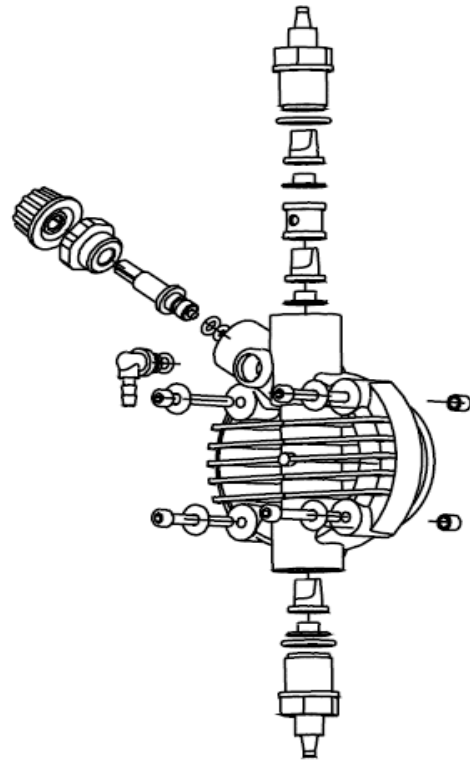

Bild 10: Aufbau des Pumpenkopfes
3. Überprüfen sie die Konzentration im Rohrsystem, eine Verringerung der Konzentration kann durch einen Verschleiß der Ventile oder einen verstopften Filter hervorgerufen werden. Gewechselt werden die Schnabelventile wie in **Bild 10** dargestellt.
Durch die robuste und durchdachte Konstruktion der Pumpe sind keine offensichtlichen mechanischen Mängel bekannt. Gelegentliche Leckagen kommen in der Regel von gebrochen Schläuchen oder sich gelösten Überwurfmutter, zur Schlauchbefestigung. Eine Beschädigung der Membrane oder Pumpenkopfdichtung wurde nur in den seltensten Fällen beobachtet. Diese Lassen sich durch Demontage des Pumpenkopfes **Bild 10** leicht auswechseln. Beim Zusammenbau ist auch die richtige Position des O-Ringes und der Schrauben zu achten. Nach der Reparatur muss die Pumpe gründlich gesäubert werden, da die Chemikalien das Pumpengehäuse beschädigen könnten.
Demontieren sie das Saug- und Auslassventil **Bild 10** und prüfen sie dies auf Verschmutzungen. Sollten die Ventile aufgequollen sein, prüfen sie die chemische Beständigkeit der Ventile auf ihre zu dosierende Flüssigkeit. Das Standardmaterial der Ventile ist Viton. Auf Anfrage können verschiedene Materialien und Ventilarten geliefert werden (Schnabelventil/Kugelrückschlagventil).